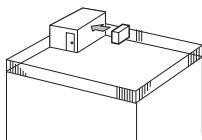

Fig. 2-2
- ① Ustawić wylot powietrza w kierunku najbliższej ściany, zachowując odległość ok. 35 cm. (Fig. 2-2).